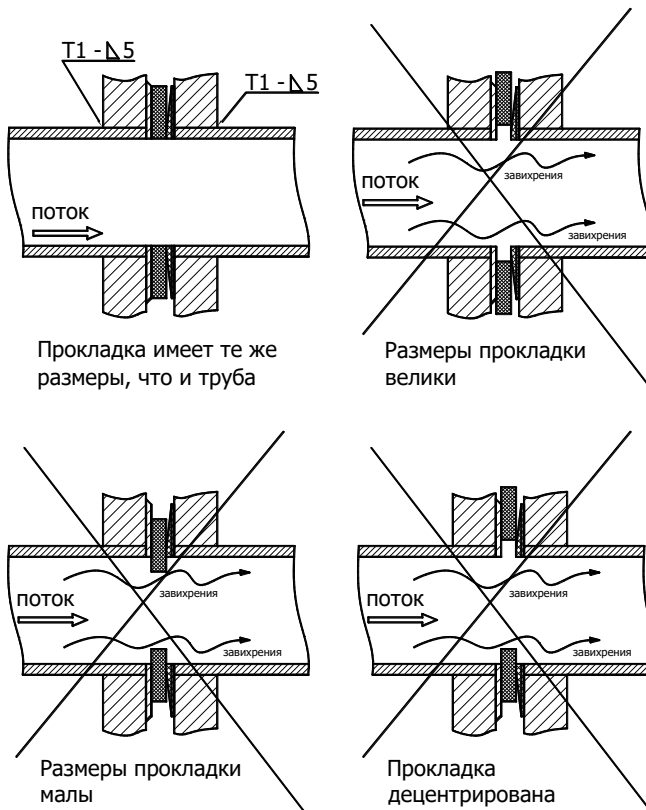

Рис. 6
4.3.7 Уложить между фланцами паронитовые прокладки, поставляемые в комплекте с теплосчётчиком (см. рис.6, рис. А.3).
4.3.10 Во избежание частичного перекрытия внутреннего сечения трубопровода необходимо обратить внимание на центровку паронитовых прокладок относительно трубопровода и ППР теплосчетчика. Края прокладок не должны перекрывать сечение трубопровода (см. рис.6).